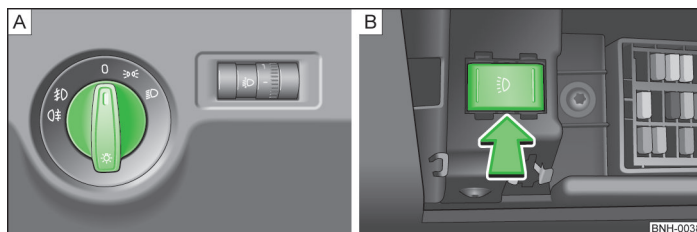

Fig. 18 Cuadro de interruptores: Conmutador de luz/cajón de fusibles: Conmutador para luz de marcha diurna
En los vehículos con **dirección a la derecha**, la disposición de los interruptores se diferencia en parte de la » fig. 18 » página 34 disposición mostrada. No obstante, los símbolos que marcan las posiciones de los interruptores son iguales.
- Girar el conmutador de luces » fig. 18 - A a la posición »«.
- Girar el conmutador de luces » fig. 18 - A a la posición D.
- Girar el conmutador de luces » fig. 18 - A a la posición 0.
Girar el conmutador de luces » fig. 18 - A » página 34 a la posición 0.
» Pulsar la tecla » fig. 18 - B » página 34 a la derecha.
» Pulsar la tecla » fig. 18 - B » página 34 a la izquierda.
- Girar el conmutador de luces » fig. 18 -  » página 34 a la posición  y bloquear el vehículo.